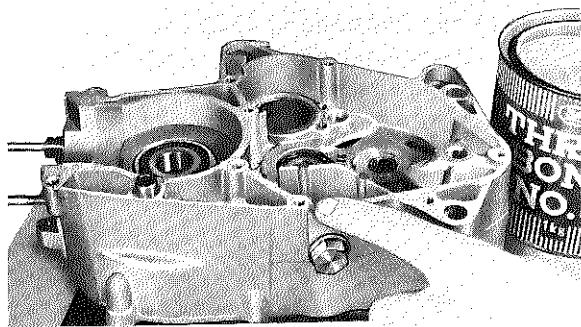

Fig. 3-4-9
1. Apply Yamaha Bond No. 4 to the mating surfaces of case halves. Apply thoroughly, over all mating surfaces. (Fig. 3-4-9)
1. Appliquer du Yamaha Bond No. 4 sur les surfaces d'appui des demi-carter. Les surfaces d'appui doivent être enduites complètement, sur toute leur longueur (Fig. 3-4-9), et il est préférable d'appliquer l'enduit d'étanchéité sur les deux surfaces d'appui (demi-carter droits et gauches).
1. Yamaha-Dichtmittel Nr. 4 auf die Auflagefläche einer Gehäusehälfte auftragen. Es muß gründlich über die gesamte Auflagefläche aufgebracht werden. (Fig. 3-4-9)